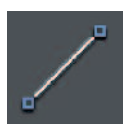

Fig. 7
- (► Fig. 7) *Line* (Linea): permette di disegnare una linea spezzata composta da più segmenti consecutivi ognuno dei quali costituisce un oggetto indipendente che, perciò, può essere modificato e cancellato senza interferire sugli altri;